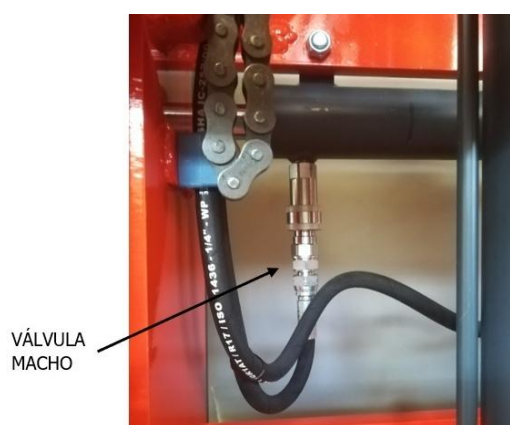

Figura 7.3 – Válvula macho (alimentação deslocamento lateral da carga)
2. Nos modelos **RPS** e **RPA** quando equipados com Tinão de fixação aos garfos (fix. patolas) é necessário, a quando da sua instalação, desligar as mangueiras de alimentação do sistema de deslocamento lateral da carga (*Figura 7.3*) e (*Figura 7.4*) e liga-las às válvulas de engate rápido instaladas na estrutura do Tinão (*Figura 7.5*). As válvulas de engate destas mangueiras estão preparadas para não haver troca das linhas de pressão e retorno (*Figura 7.3*) e (*Figura 7.4*).